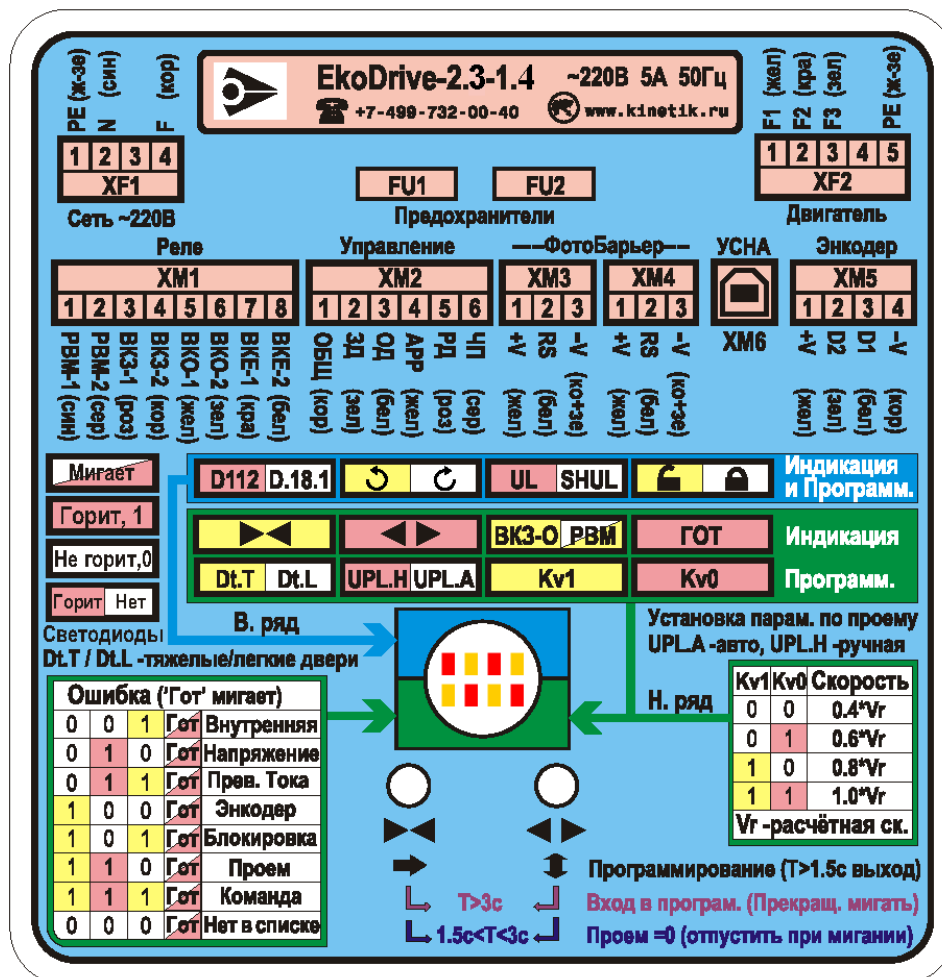

Рис. 3. Схема подключения внешних контактов *Устройства*, если провода от XM1 и XM2 выводятся отдельными кабелями по 8 и 6 проводов соответственно.
3.4.1. На **рис.2** показана блок-схема подключения внешних контактов *Устройства*. На **рис.3** показаны и подписаны отдельные контакты каждого из разъемов *Устройства*.
3.5.7.2. **Верхний ряд из 4х светодиодов (рис.3.1)** показывает одинаковую информацию во всех режимах отображения информации: ‘Индикация’, ‘Программирование’ и ‘Ошибка’. На наклейке (рис.3) ряды светодиодов подписаны справа и выделены разными цветами, стрелками показано, к какому ряду они относятся.
3.5.7.3. Верхний ряд светодиодов на наклейке подписан справа как ‘Индикация и программ.’ (рис.3).
3.5.7.4. В верхнем ряду светодиоды показывают, слева направо (рис.3, 3.1):
- средний ряд – используется для режима отображения информации ‘Индикация’ и подписан справа как ‘Индикация’ (рис.3, 3.2),
- а самый нижний ряд – используется для режима отображения информации ‘Программирование’ и подписан справа как ‘Программ.’ (рис.3, 3.4).
3.5.7.7. Нижний ряд светодиодов для режима отображения информации ‘Ошибка’ расположен отдельно и сделан в виде таблицы с кодами ошибок (рис.3, 3.3). Таблица сверху подписана как ‘Ошибка (‘ГОТ’ мигает)’.
3.5.8.2. **Таблица** кодов ошибок показана в нижнем левом углу наклейки (рис.3, 3.3).